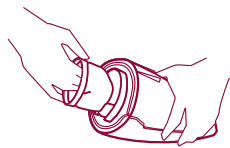

Fig. 11
- Extraer el filtro. (fig. 11)